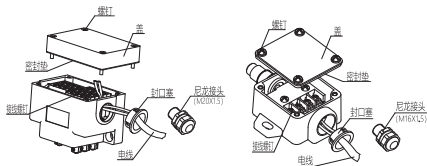
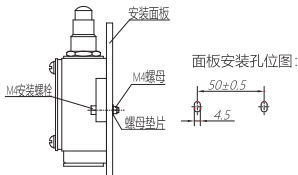
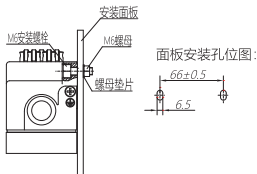
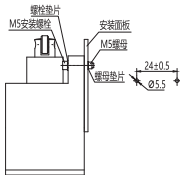

图8 布线示意图
图9 YBLX-JW2/11H安装示意图
图10 YBLX-JW2/11Z安装示意图
图11 YBLX-JW2/11B安装示意图
7.2.1 安装：松开盖螺钉→按图8接线→拧紧盖螺钉（密封垫必须正确装回）→按图9、图10或图11安装，YBLX-JW2/11安装使用M3螺栓拧紧力矩（0.4~0.6）N·m，YBLX-JW2/11H安装使用M4螺栓拧紧力矩（1.2~1.4）N·m，YBLX-JW2/11Z安装使用M6螺栓拧紧力矩（2.3~2.8）N·m，YBLX-JW2/11B安装使用M5螺栓拧紧力矩（1.4~1.8）N·m。